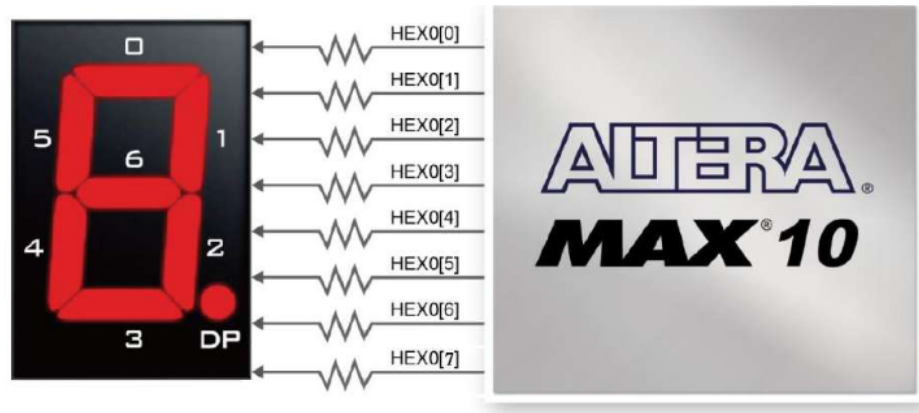

Figura 5: Displays de 7 segmentos de la tarjeta DE10-Lite.
En el caso específico de la tarjeta que usaremos en este laboratorio, los segmentos están controlados como se muestra en la Figura 5. En este caso, HEX0 se refiere al display más a la derecha de la tarjeta (es decir, también existen HEX1, HEX2, etc). Para todos los casos, el bit 0 maneja el segmento de arriba, el 1 el superior del lado derecho, etc. El bit 7 maneja el punto decimal (DP).